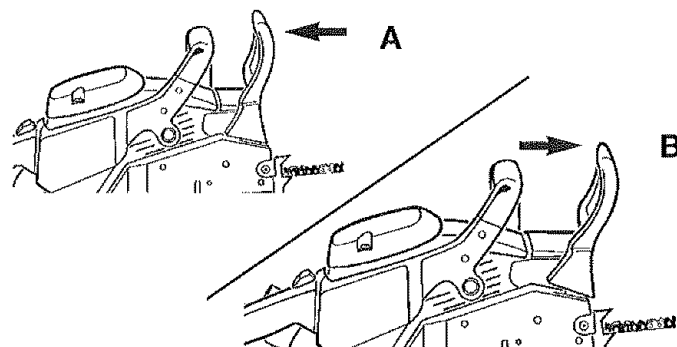

Fig. 30
1. El Freno de Cadena® está **DESACTIVADO** (la cadena se mueve) cuando la **PALANCA DE FRENO ESTÁ HACIA ATRÁS Y BLOQUEADA** (A, Fig. 30).
2. El freno de la cadena (Chain Brake®) está **CONECTADO** (la cadena está detenida) cuando la palanca de freno está colocada hacia delante. En esta posición no podrá mover la cadena con la mano protegida por guantes. (B, Fig. 30).